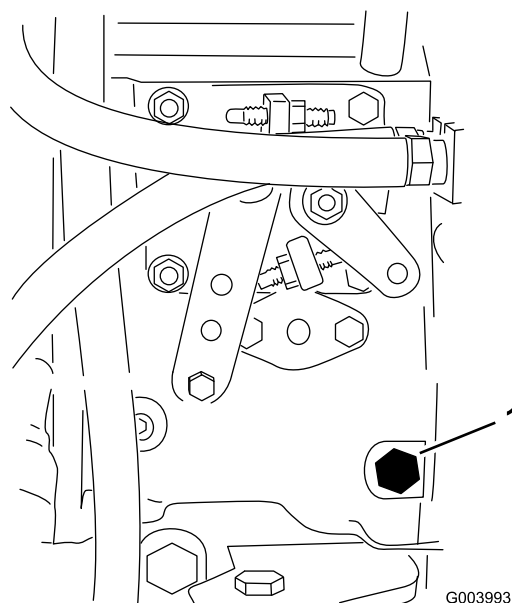

Рисунок 30
3. Отпустите винт стравливания давления воздуха из топливного насоса для впрыска топлива (Рисунок 30) 12-миллиметровым ключом.